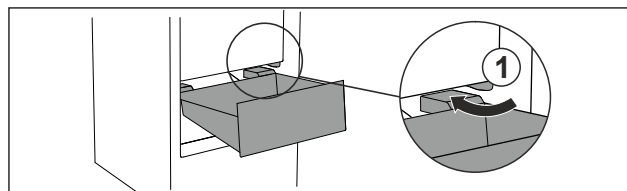

Fig. 93
- ▶ Vezesse el a fiókot ferdén az ütközők Fig. 93 (1) körül.